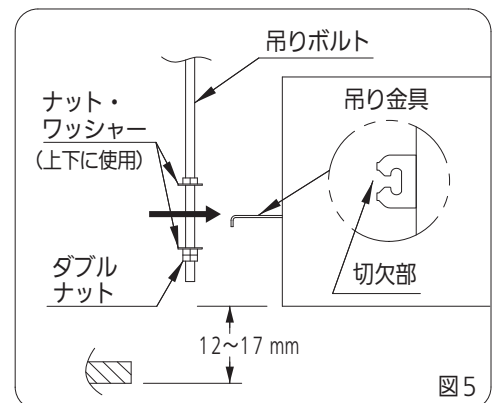

図5
4. 吊りボルトに、付属のワッシャーとナット（現地調達）を取り付けてください。下側のナットは右図（図5）のようにダブルナットを使用してください。（不備があると、ユニットが落下してけがをするおそれがあります。）